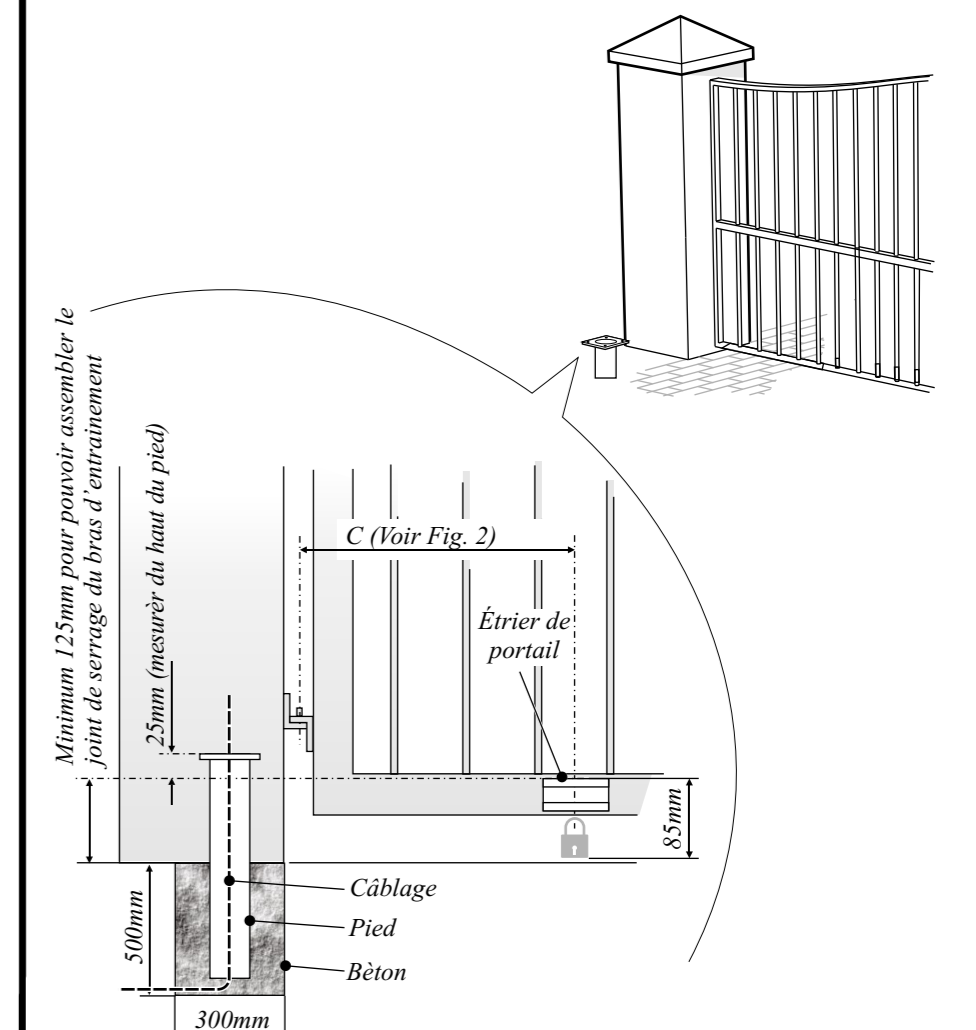

Figure 4 Hauteur du pied relative à l'étrier de portail
- Assurez-vous qu'il existe assez de hauteur au dessus du sol pour le montage du joint de serrage du bras d'entraînement. Voir Fig 4
- Déterminez la hauteur du pied ou de la console murale relatif à l'étrier de portail comme la Fig 4 (GI page 18, 19)